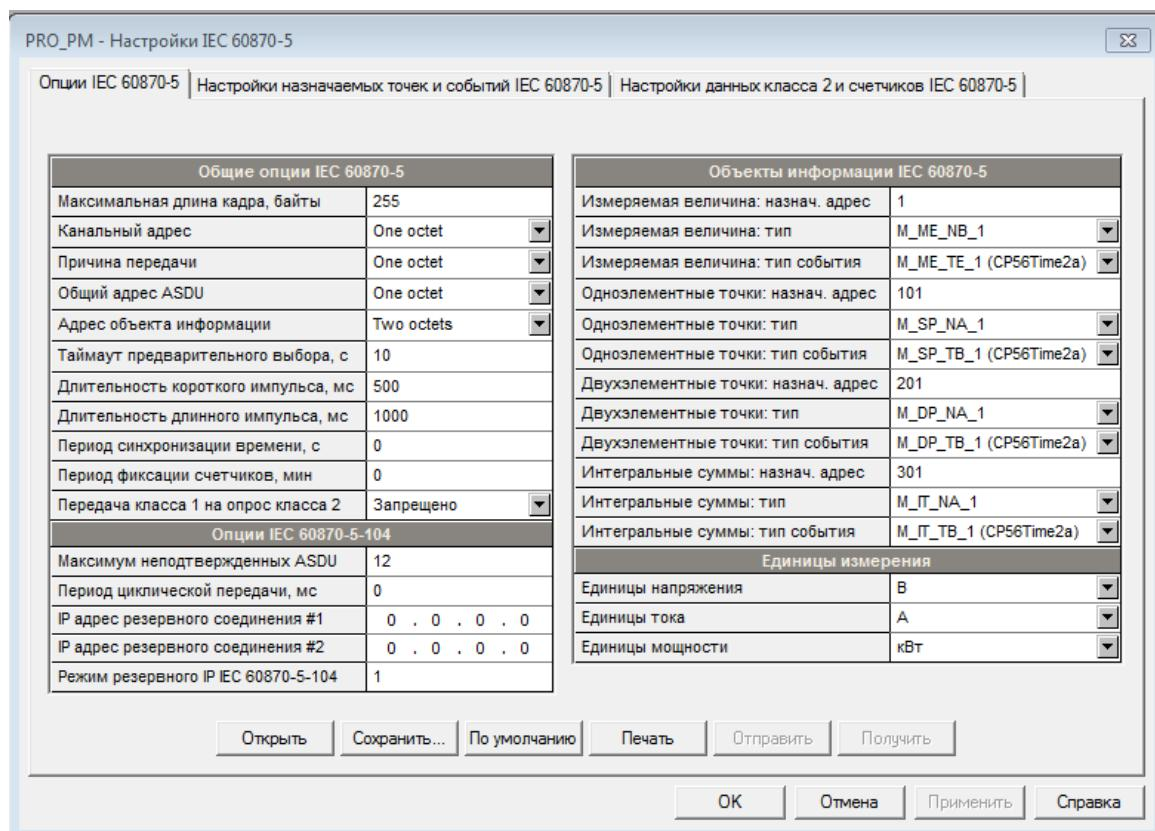

Рисунок 116 – Опции МЭК 60870-5
1. Выберите на панели меню ПО PAS «Настройки» – «Настройки IEC 60870-5», в открывшемся окне перейдите на вкладку «Опции IEC 60870-5» (рисунок 116).